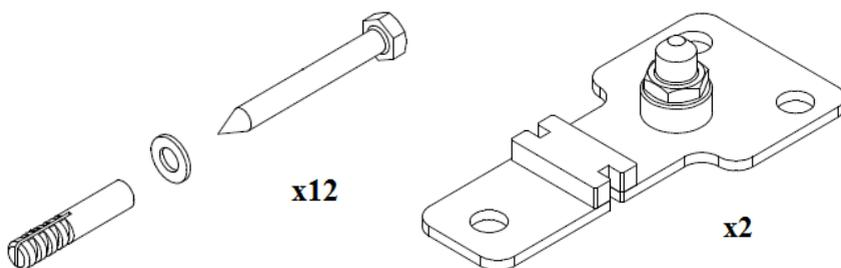
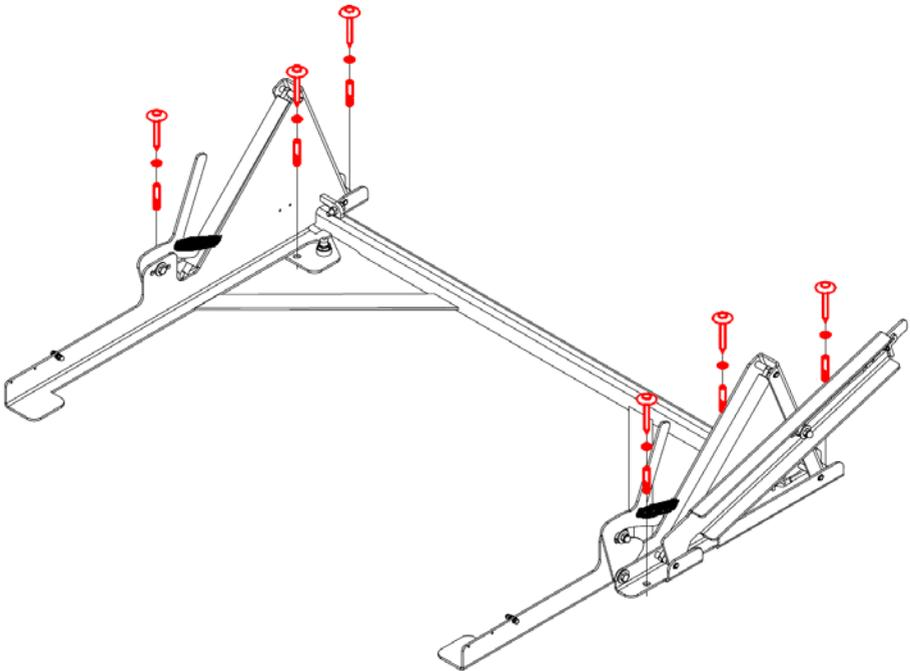

Abbildung 6. Montageelemente
Abbildung 9. Montage der Wägeplattform-Hebevorrichtung mit Anker
4. Befestigen Sie die Wägeplattform-Hebevorrichtung (Abbildung 9) mit den im Set (Abbildung 6) enthaltenen Anker.